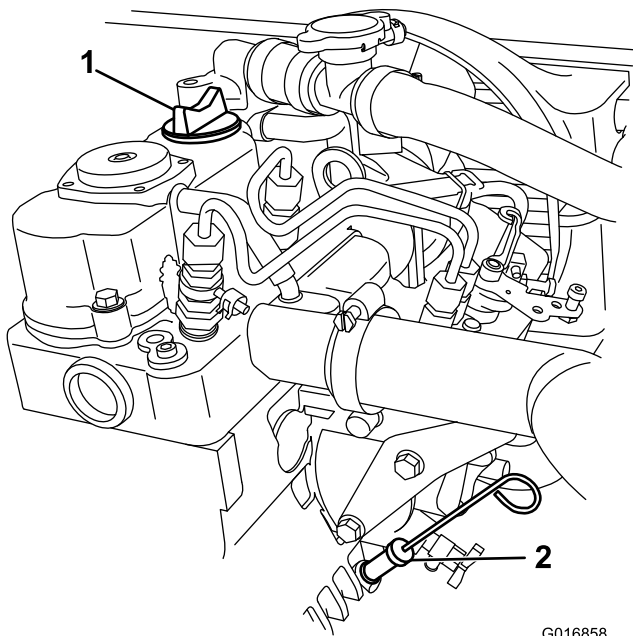

図 16
5. ディップスティックを根元まで完全に差し込む 図 16。
6. ディップスティックを引き抜いて油量を点検する 図 16。
7. ディップスティックを取り付ける。奥まで完全に差し込むこと 図 16。